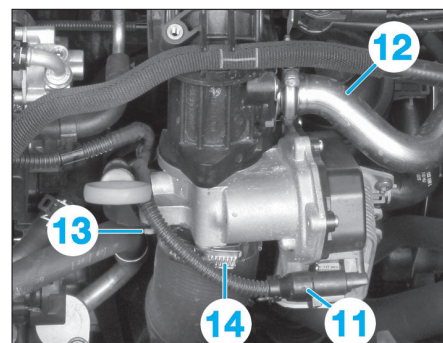

FIG. 145
- le connecteur (10),
- le connecteur (11) (Fig.145).